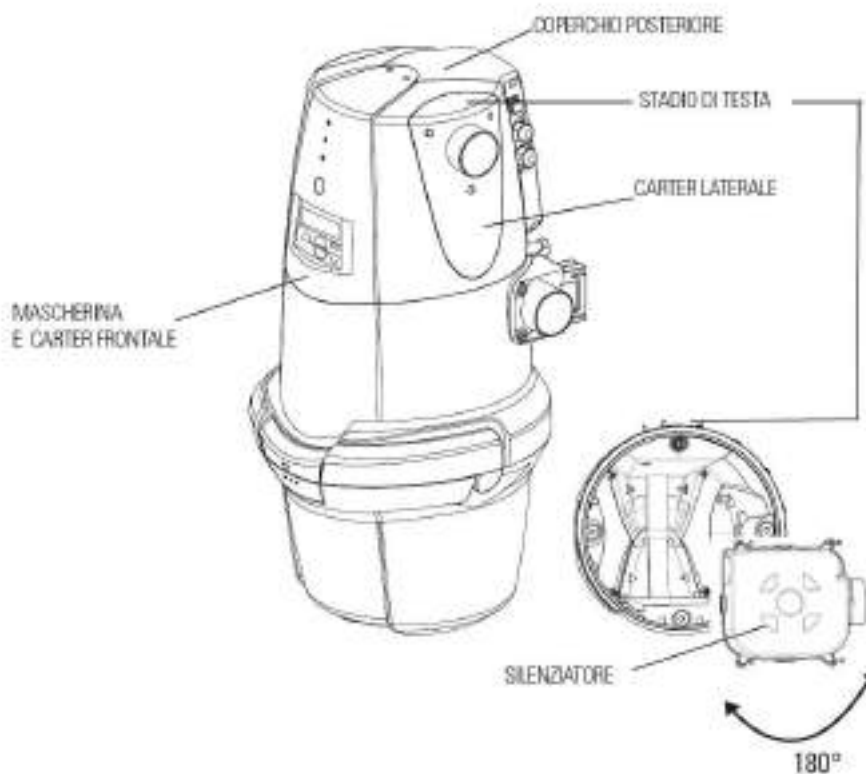

Figura 15
1. Svitare le viti e togliere i due “Carter laterali” (con e senza espulsione). (Figura 15)
2. Svitare le viti e togliere il Coperchio posteriore, la Mascherina ed il “Carter di tenuta frontale”. (Figura 15)
3. Scollegare il cavo di alimentazione motore dalla scheda di potenza. (Figura 15)
4. Svitare le viti e togliere lo Stadio di testa. (Figura 15)
5. Svitare le viti e togliere il Silenziatore reversibile. (Figura 15)